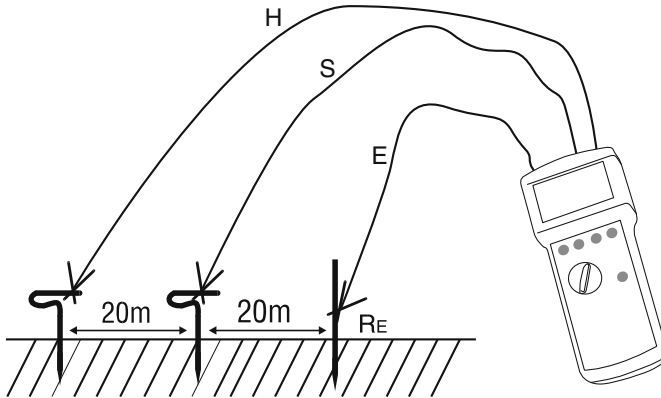

Bild 4: dreipolige Messung
- 1) Ordnen Sie die Erdspeife für Hilfserder und Sonde, wie in Bild 4 gezeigt an. Diese Anordnung kann auch in Dreiecksform erfolgen. Der Abstand zwischen Sonde und Erder bzw. Sonde und Hilfserder muss mindestens 20m betragen. Legen Sie die Leitungen sorgfältig aus und achten Sie darauf, dass die Leitungen möglichst nicht parallel nebeneinander liegen und sich nicht kreuzen, um Einkopplungen zu vermeiden.
- 2) Verbinden Sie die Messleitungen mit den Erdspeifen gemäß Bild 4.
- 3) Drehen Sie den Messartwahlschalter (13) in Stellung "3 pol".
- 4) Stellen Sie die gewünschte Berührungsspannung mit der Taste "UL" (11) ein.
- 5) Falls gewünscht stellen Sie die manuelle Frequenzwahl mit der Taste "auto/man" (16) und die Messfrequenz mit der Taste "f1/f2" (12) ein.
- 6) Taste "Start" (14) drücken.